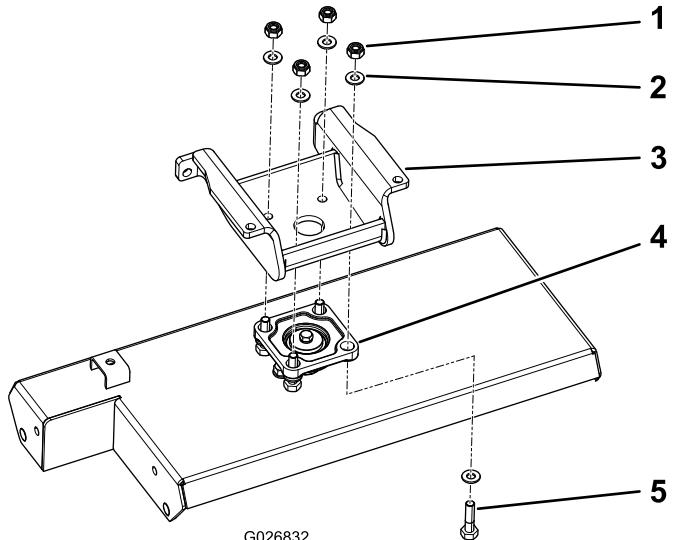

Figure 6
7. Avec les 8 boulons (M10 x 40 mm), les 8 contre-écrous (M10) et les 8 rondelles déposées précédemment, fixez un support neuf à chaque roulement et rouleau aplatisseur déposés précédemment (Figure 6).